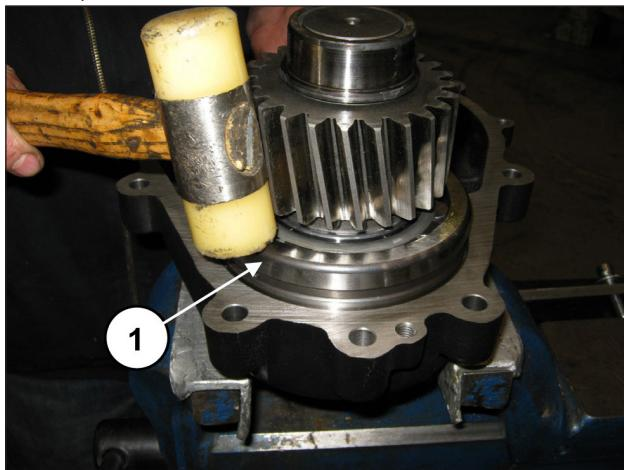

Abb. 87
Treiben Sie das vormontierte Ritzel in den entsprechenden Sitz am Getriebedeckel mithilfe des Schlagwerks ein (Pos. ①, Abb. 87).